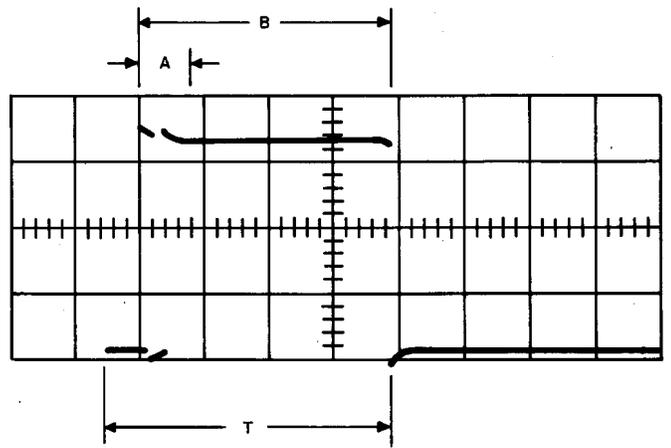

Fig. 23—Timing Chart (S1 to OFF)
- (1) **Requirement:** See Fig. 23—Timing Chart S1 to OFF.